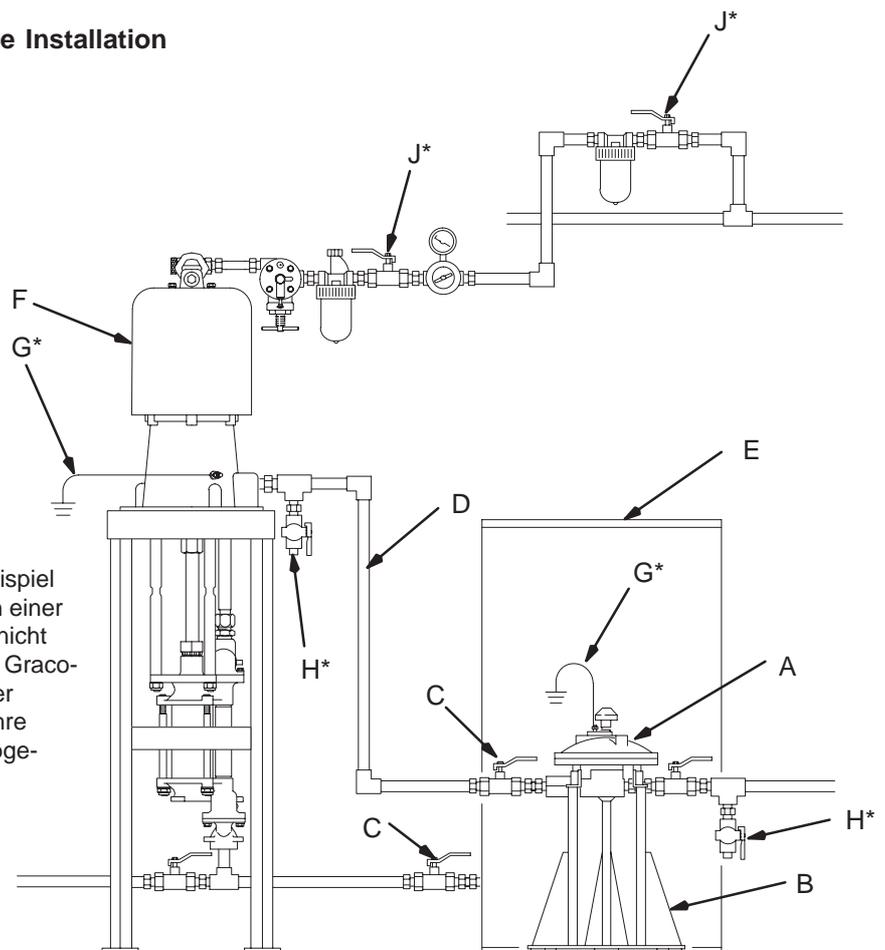

Abb. 3
(Siehe Abb. 3.)
Je ein Materialsperrventil (C) vor und nach dem Druckausgleichbehälter installieren, um den Behälter für Servicearbeiten isolieren zu können. Siehe Abb. 3.